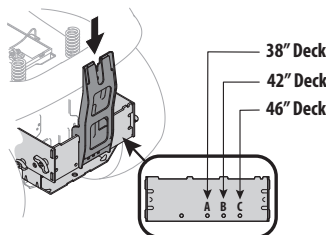

Figure 9
1. Installez le support vertical (683-04519C) sur l'ensemble de montage de l'appareil en l'accrochant sur le support de montage transversal. Voir Figure 9.
2. Alignez le support vertical de l'ensacheuse avec le trou de montage qui convient le mieux à la taille du plateau de votre tracteur. Voir Figure 9.